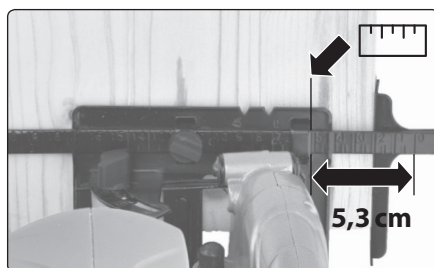

Abb. 7
2. Stellen Sie auf der Anschlagsskala die gewünschte Breite des abzutrennenden Werkstücks und sichern Sie danach den Anschlag durch Anziehen der Mutter. Die Messung der gewünschten Entfernung an der Skala der seitlichen Führung erfolgt ab der 0 auf der Grundplatte, siehe Abb. 7.